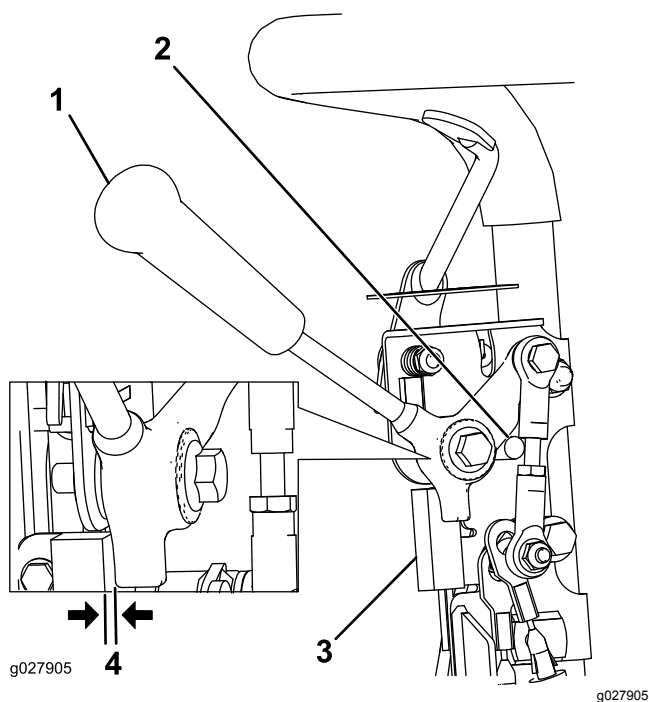

Рисунок 36
1. Убедитесь, что двигатель выключен, а рычаг управления тягой выведен из зацепления и опирается на упор нейтрали (Рисунок 36).
2. Ослабьте крепежные детали блокировочного выключателя (Рисунок 36).
3. Установите регулировочную прокладку толщиной 0,8 мм между рычагом управления тягой и блокировочным выключателем (Рисунок 36).